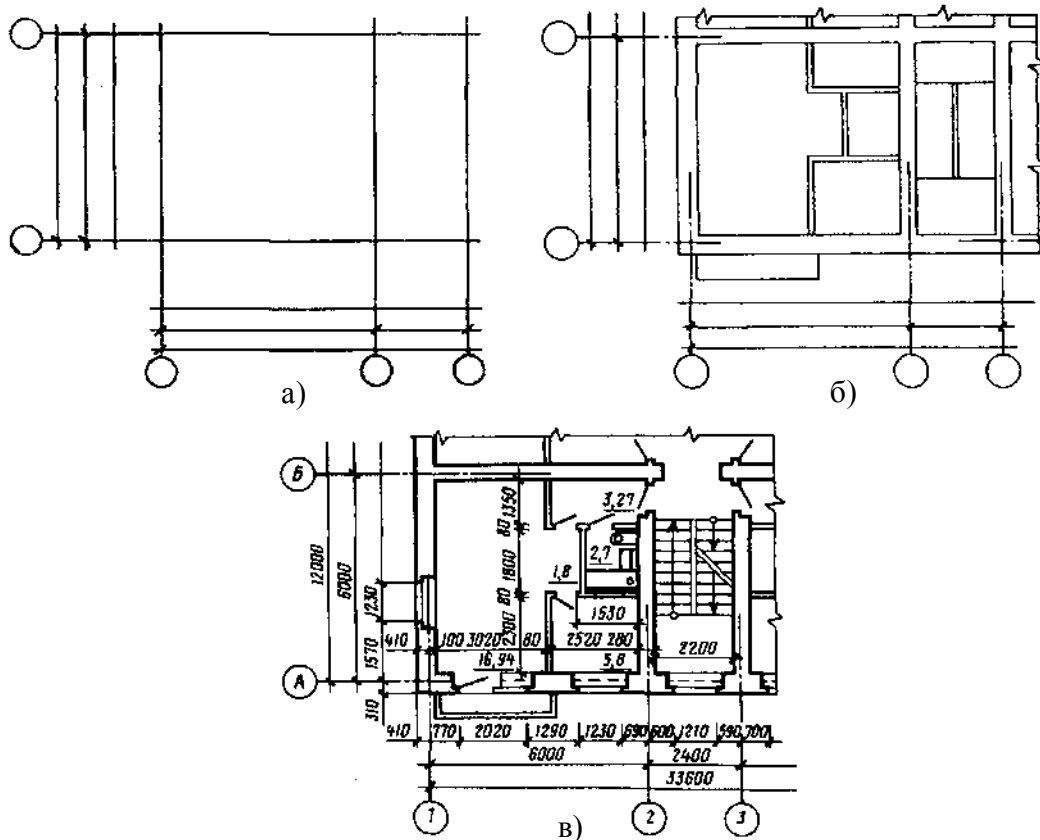

Рис. 14 Последовательность вычерчивания плана здания
- 1 проводятся продольные и поперечные координационные оси (рис. 14, а).
- 2 вычерчиваются стены здания, перегородки и колонны (рис. 14,
4 проставляются размеры и обозначения (рис. 14, в).
В практике выполнения архитектурно-строительных чертежей размеры принято наносить с использованием засечек на концах размерных линий вместо стрелок (см. рис. 14). Команды системы «Компас» для нанесения размеров изначально рассчитаны на вычерчивание размерных линий со стрелками на концах.
1 цепочкой наносятся размеры оконных и дверных проемов и расстояния между ними по контуру здания (ближайшие к стенам размеры на рис. 14);
осями здания (см. рис. 14);